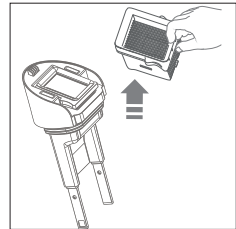

Abb. 16 – Filter entfernen
- ▶ Ziehen Sie den EPA-10-Filter nach oben aus der Verschlusskappe des Schmutzwassertanks (**siehe Abb. 16**).